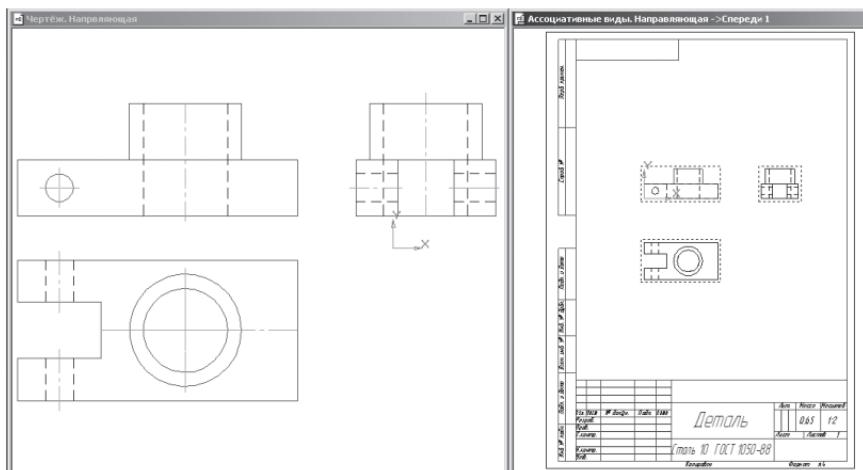

Рис. 314
- Активизируя каждое окно, выполните команду – **Показать все** (рис. 314). Сравните полученные изображения.